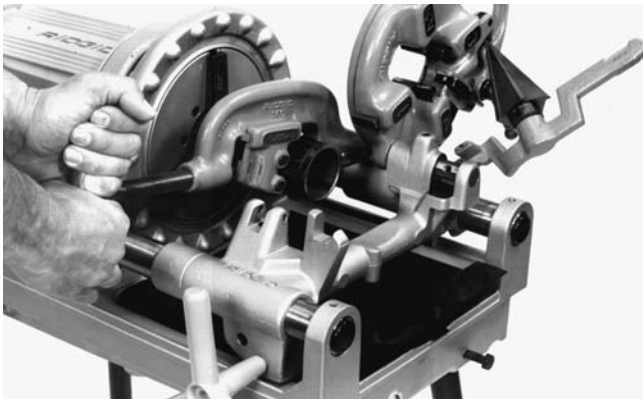

Figure 3 – Coupe des tuyaux à l'aide de la machine à fileter 300 Compact
4. Mettez-vous en position de travail appropriée (*Figure 3*).